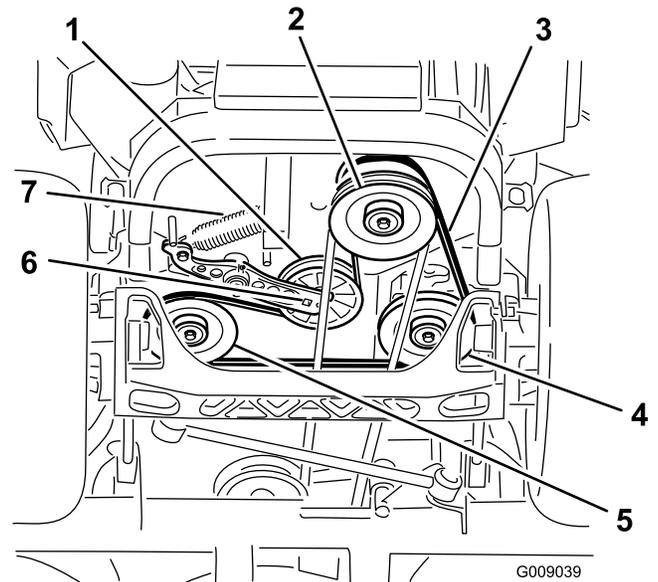

Figure 75
5. Insérez un rochet dans le trou carré du bras de la poulie de tension pour déposer le ressort de la poulie de tension (Figure 75).
6. Décrochez le ressort de la poulie de tension du châssis (Figure 75).
9. Insérez un rochet dans le trou carré du bras de la poulie de tension pour installer le ressort de la poulie de tension sur le châssis (Figure 75).